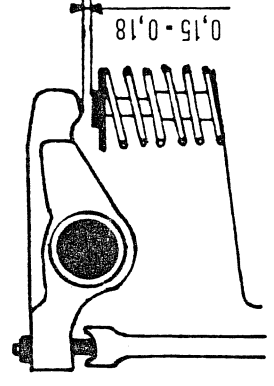

fig. 2
- Das Ventilspiel beträgt zwischen 0,15 und 0,18 mm (Fig. 2) bei kaltem Motor.